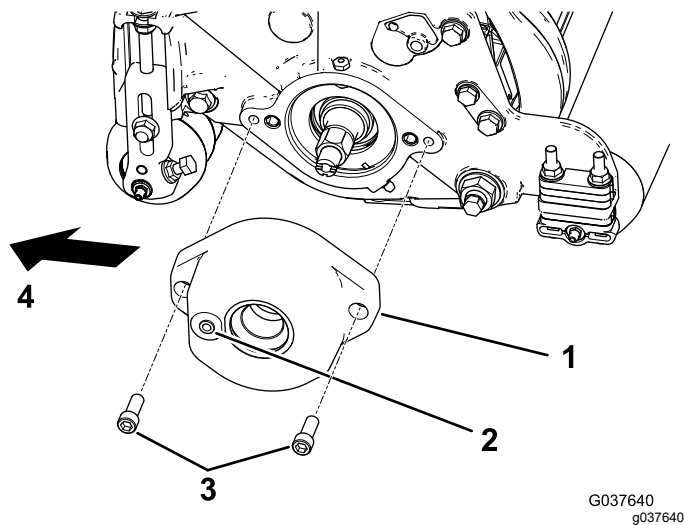

図 4
2. **モデル 133-0158 キットを、7インチカッティングユニット付きのリールマスター 5010 に取り付ける場合のみ**ローラブラシハウジングをリールベアリングハウジングに取り付ける六角ソケットボルト 3/8 x 1 インチ 2 本を使用 **図 4** を参照。